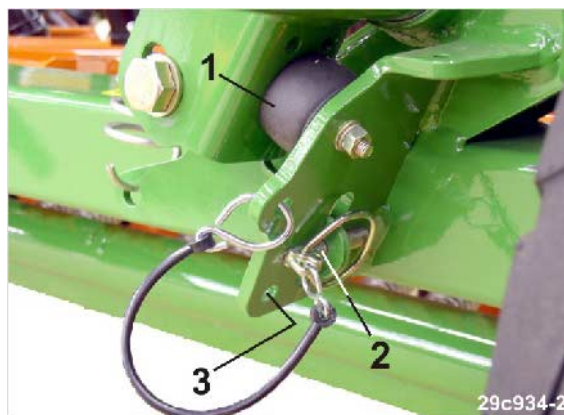

Рис. 148
- 3.2 Прижмите консоль маркеров к резиновому буферу (Рис. 148/1).
- 3.3 Извлеките шплинт с кольцом (Рис. 148/2) и закрепите в положении парковки в отверстии (Рис. 148/3).